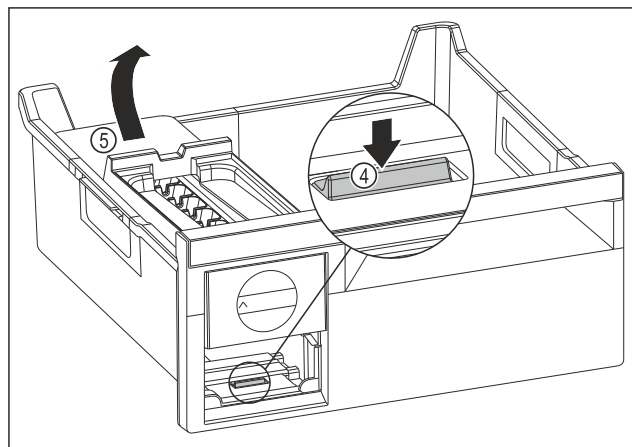

Fig. 212
- Wyjmowanie korpusu EasyTwist-Ice: Nacisnąć nakładkę Fig. 212 (4) palcem w dół i jednocześnie podnieść korpus EasyTwist-Ice Fig. 212 (5) od tyłu drugą ręką.